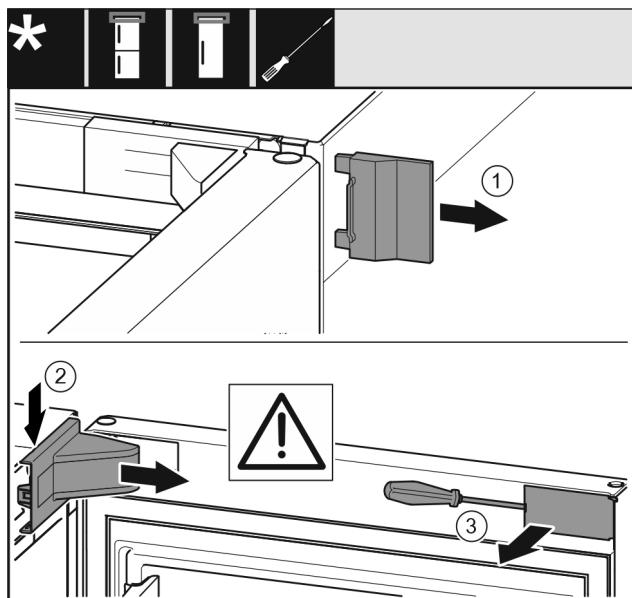

Fig. 8
- Sejměte vnější kryt. Fig. 8 (1)
- Odjistěte a uvolněte kryt stojanu ložiska. Sejměte kryt stojanu ložiska. Fig. 8 (2)
- Plochým šroubovákom vyjměte záslepku a otočte ji ke straně. Fig. 8 (3)